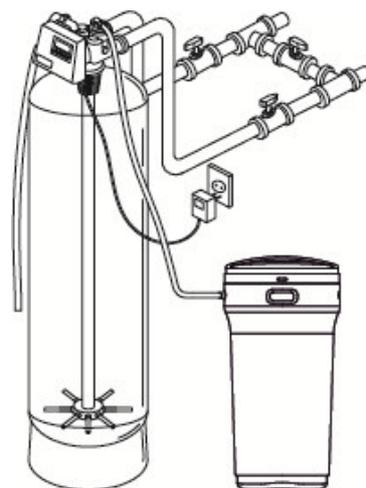

Рис. 3
10.4 Подсоедините Систему к существующему трубопроводу в соответствии с принципиальной схемой, показанной на рисунок 3. Подводящие трубопроводы2 и дренажную линию необходимо должным образом укреплять, чтобы избежать чрезмерной нагрузки непосредственно на клапан.